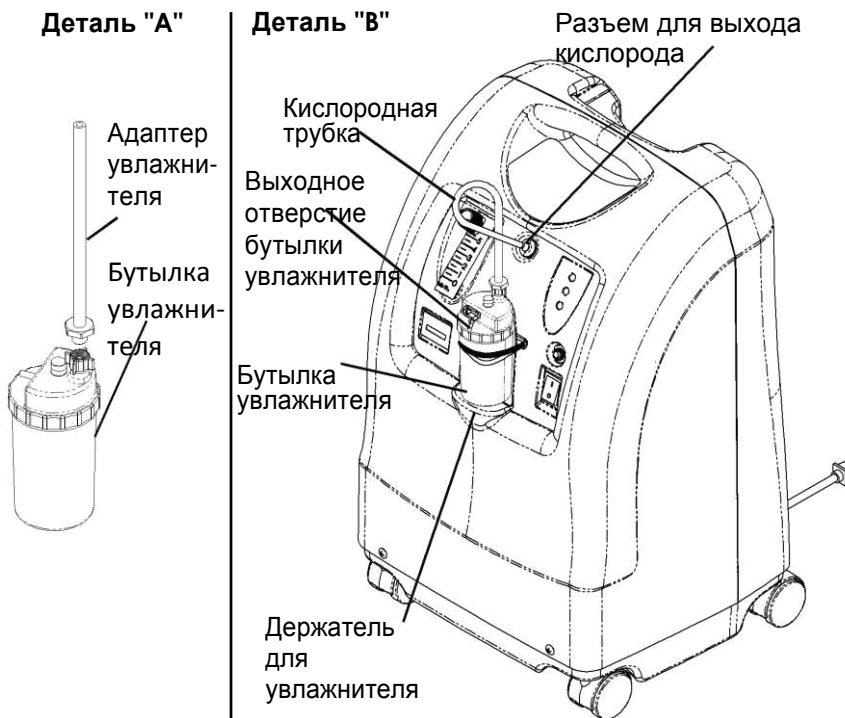

РИС. 6.3 Держатель для увлажнителя
УКАЗАНИЕ: подробную информацию касательно данного процесса см. на РИС. 6.1, РИС. 6.2 на стр. 22 и РИС. 6.3 на стр. 23.
См. деталь "А" на РИС. 6.3.
7. Поместите бутылку увлажнителя с адаптером в крепление-держатель для увлажнителя, расположенный на концентраторе. См. деталь "В" на РИС. 6.3.
8. Подключите кислородные шланги бутылки увлажнителя с адаптером к разъему для выхода кислорода на концентраторе. См. деталь "В" на РИС. 6.3.
9. Присоедините канюлю/шланг обеспечения пациента кислородом к выходному отверстию бутылки увлажнителя. См. деталь "В" на РИС. 6.3.